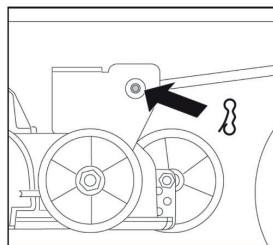
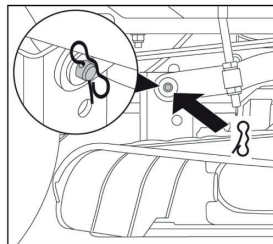
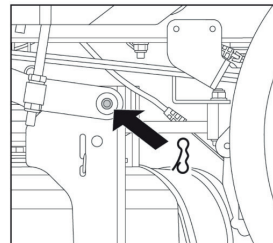

FIG.25A
FIG.25B
FIG.25C
4. REMOVA OS 3 PINOS DE ENGATE, 2 À DIREITA (FIG. 25A E FIG. 25B) E 1 À ESQUERDA (FIG. 25C), QUE MANTÊM A PLATAFORMA NO LUGAR.